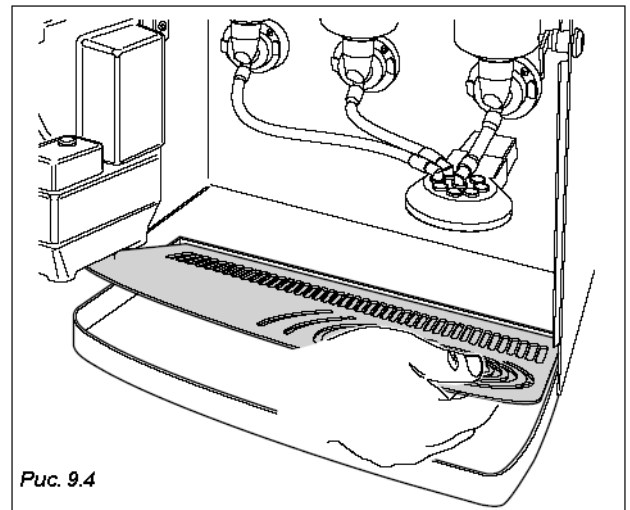

Рис. 9.4
- раздаточную камеру (Рис. 9.4);